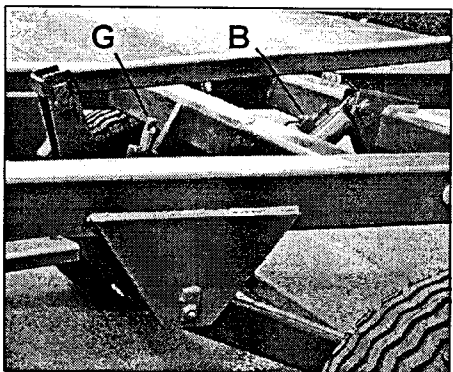
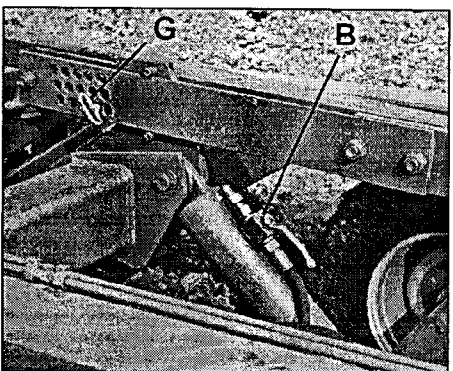

Fig.7
Fig.8
Relever le pulvérisateur. Fermer le robinet (B, fig. 7/8).
- Contrôle de profondeur par les roues, à définir au niveau de la rangée de trous (**G**, fig. 8)- (Fischadler K: **G**, fig. 7). Permet une profondeur de travail constante sur des sols hétérogènes.